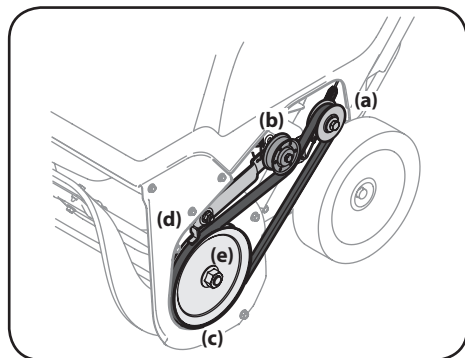

Figure 4-6
7. Placez la courroie autour de la poulie d'entraînement (a) et sous la poulie de tension (b). Voir Figure 4-6.